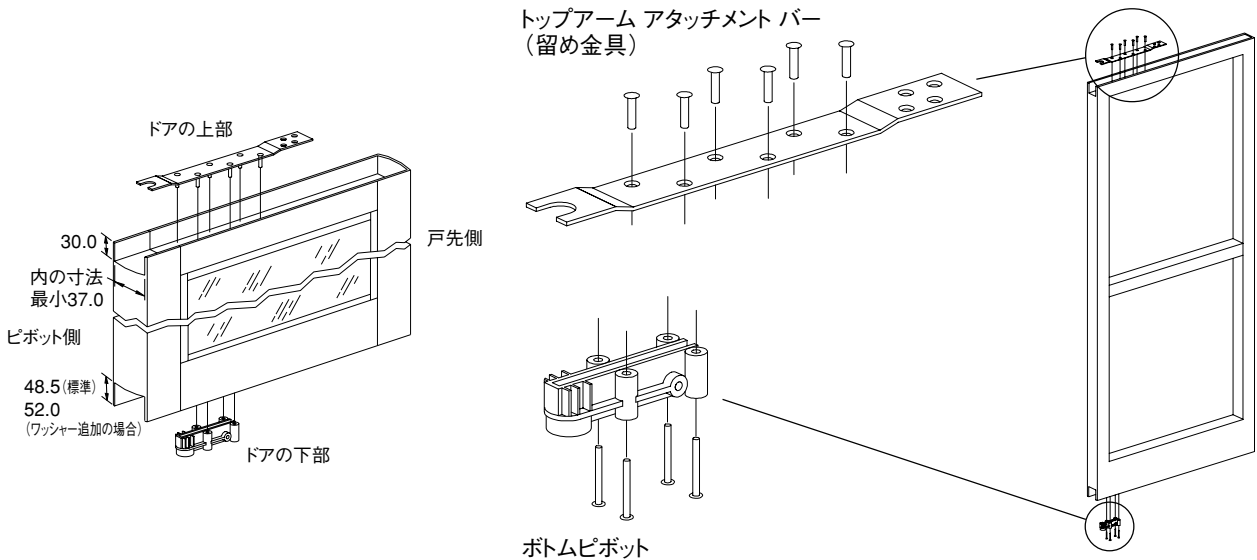

図11-2
11.2 トップアームとボトムピボットを付属のビス または ミリビスで取り付けして下さい。(図11-2)
2. オペレータースピンドルの位置に注意して下さい。オペレーターの電源を投入して下さい。起動用ワイヤーを瞬時短絡させます。スピンドルはゆっくりと開放位置まで回り、止まります。スピンドルが完全に開放位置に来るまで、続けて下さい（図11-2 参照）。その後起動ワイヤーをワイヤーナットでつないで下さい。